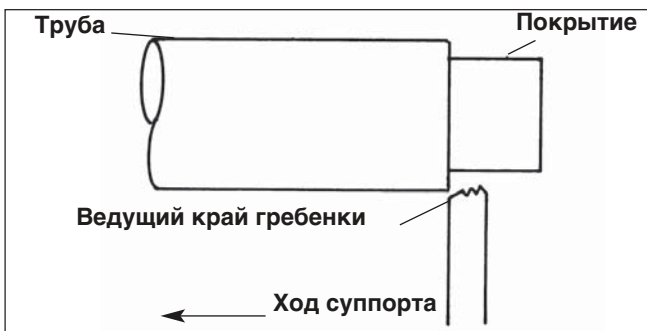

Рисунок 21 – Расположите ведущий конец гребенки вровень с трубой
5. Двигайте маховик суппорта к трубе, пока ведущий конец гребенки не встанет вровень с трубой. (Рисунок 21)